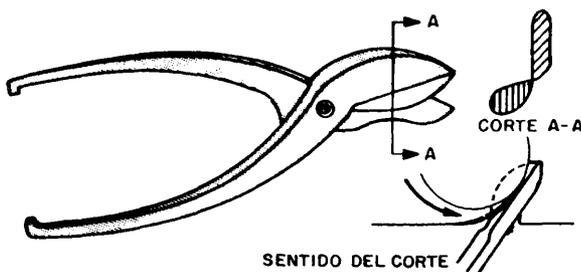

Fig. 3
a) Tijera de corte curvo para la izquierda (fig. 3).